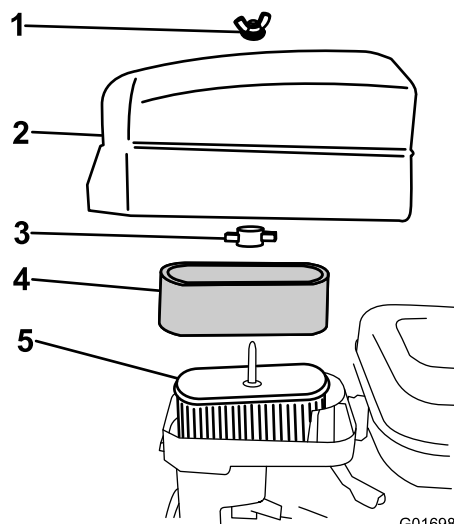

Figura 26
- Si el elemento de gomaespuma está sucio, sepárelo del filtro de papel (Figura 26) y límpielo a fondo, de la manera siguiente: